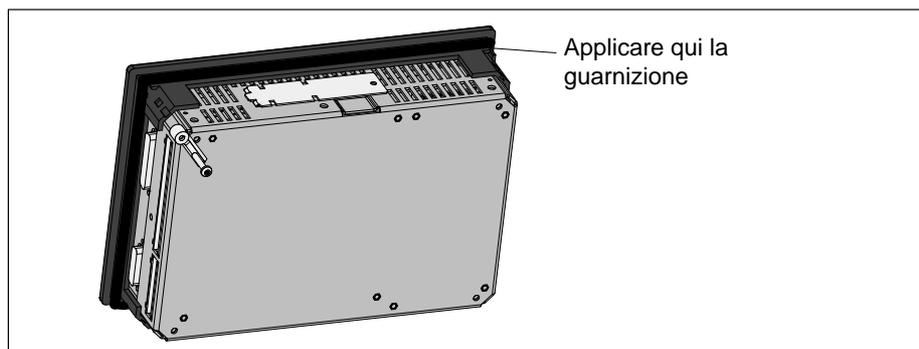

Figura 2-2 Applicare la guarnizione
2.	Applicare l'apposita guarnizione allegata dietro il lato frontale (vedere figura 2-2).